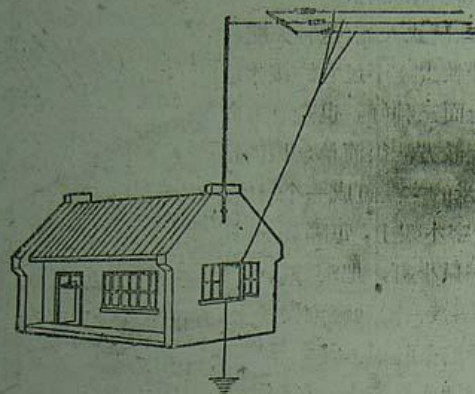

图9
5. 多线式天线, 这种天线的三根水平铜线, 彼此要相隔30—60厘米, 如图9。